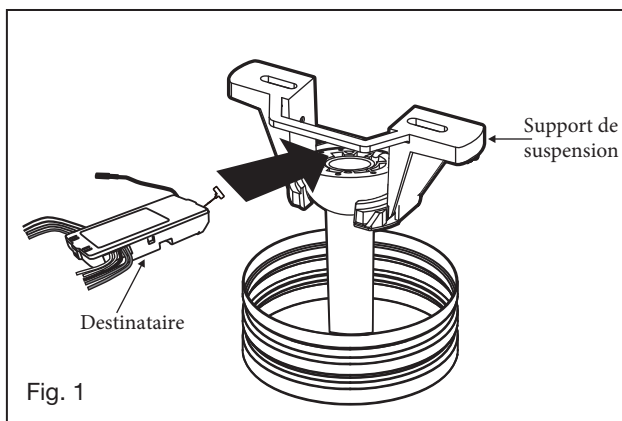

Fig. 1
- 1 Retirez la balle de la tige de suspension en desserrant la vis de réglage sur le côté de la balle. Faites glisser la balle vers le bas et retirez la goupille; retirer la balle. (Fig. 1)
1. Insérez le récepteur dans le support de montage au plafond avec le côté plat du récepteur face au plafond. (Fig. 1) Pour de meilleures performances, assurez-vous que le